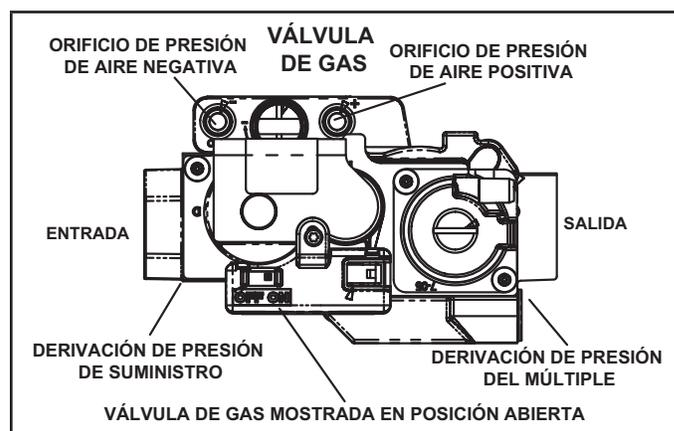

FIGURA 55
#### Operación de la válvula de gas (FIGURA 55)
- 6 - Mueva el interruptor de la válvula de gas a la posición APAGADO. Ver la FIGURA 55.
- 8 - Mueva el interruptor de la válvula de gas a la posición ENCENDIDO. Ver la FIGURA 55. No lo fuerce.